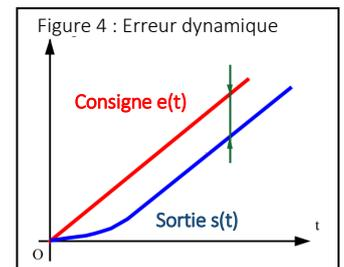

Figure 4 : Erreur dynamique
**3. L'erreur dynamique ou de trainage ou de poursuite (figure 4)**
### 4- A RETENIR (FIGURE 4)
Un système asservi (figure 4 à connaître) :